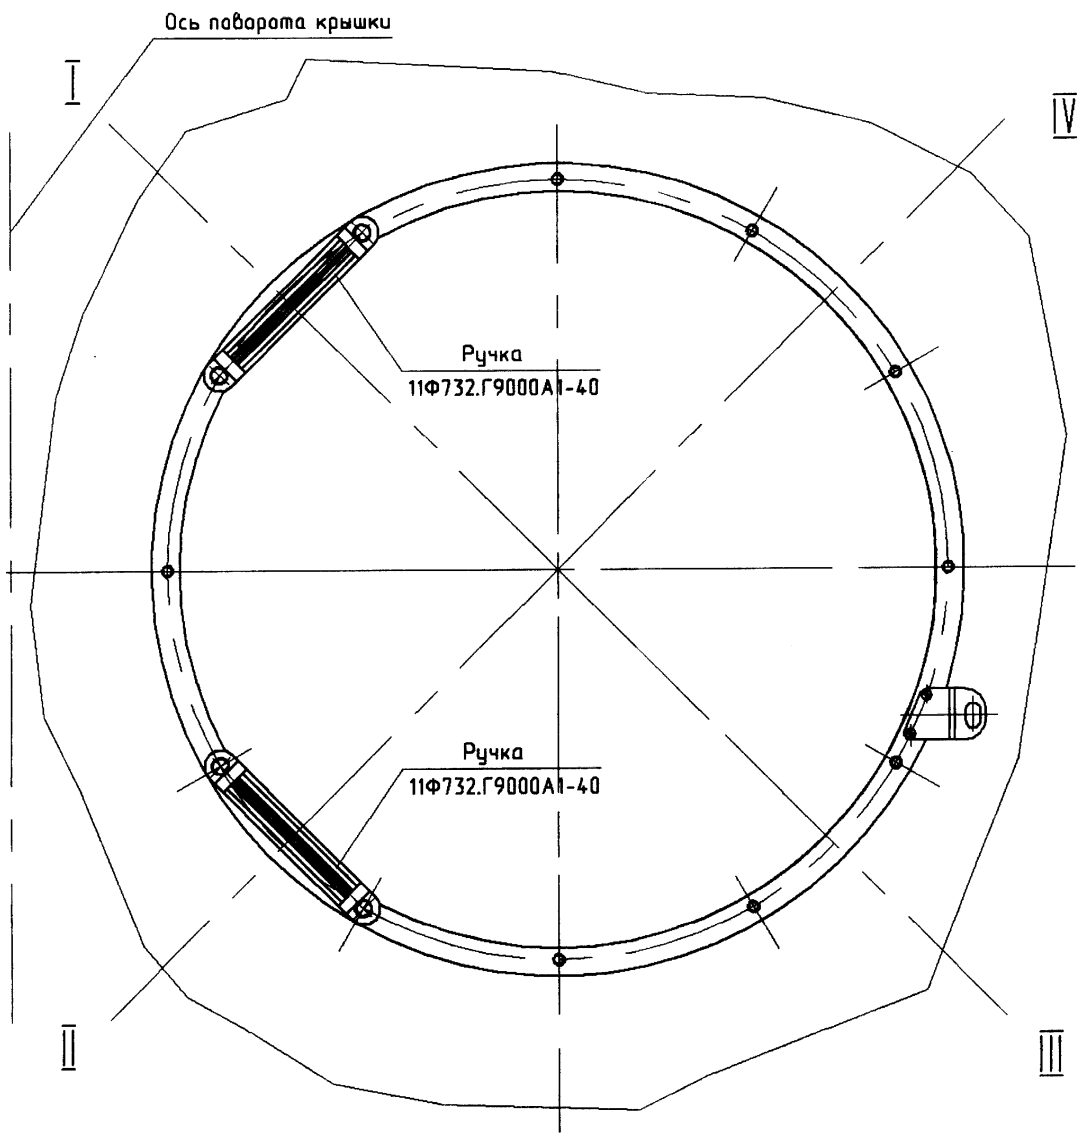

Рис.11.1-1. Схема установки ручек 11Ф732.Г9000А1-40 после демонтажа стыковочного механизма на крышку люка 11Ф732.9000А1-0
2. Для блока 800А А73 отвернуть 2 болта и 2 гайки крепления поперечного профиля (см рис.11.1-1, 11.1-2).